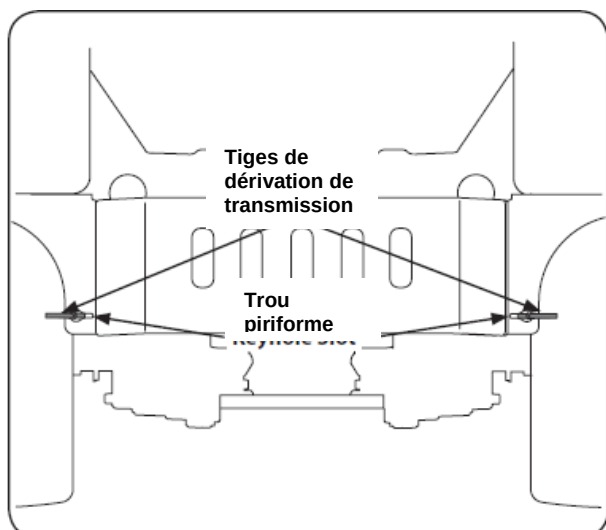

Figure 3-1
4. Engagez les tiges de dérivation de la transmission de chaque côté du tracteur, puis faites rouler prudemment celui-ci hors de la palette. Les tiges de dérivation de la transmission (une pour la transmission de gauche et une pour celle de droite) sont situées à l'arrière du tracteur, à l'intérieur de chaque roue arrière. Désengagez les tiges de dérivation. Consultez la figure 3-1.